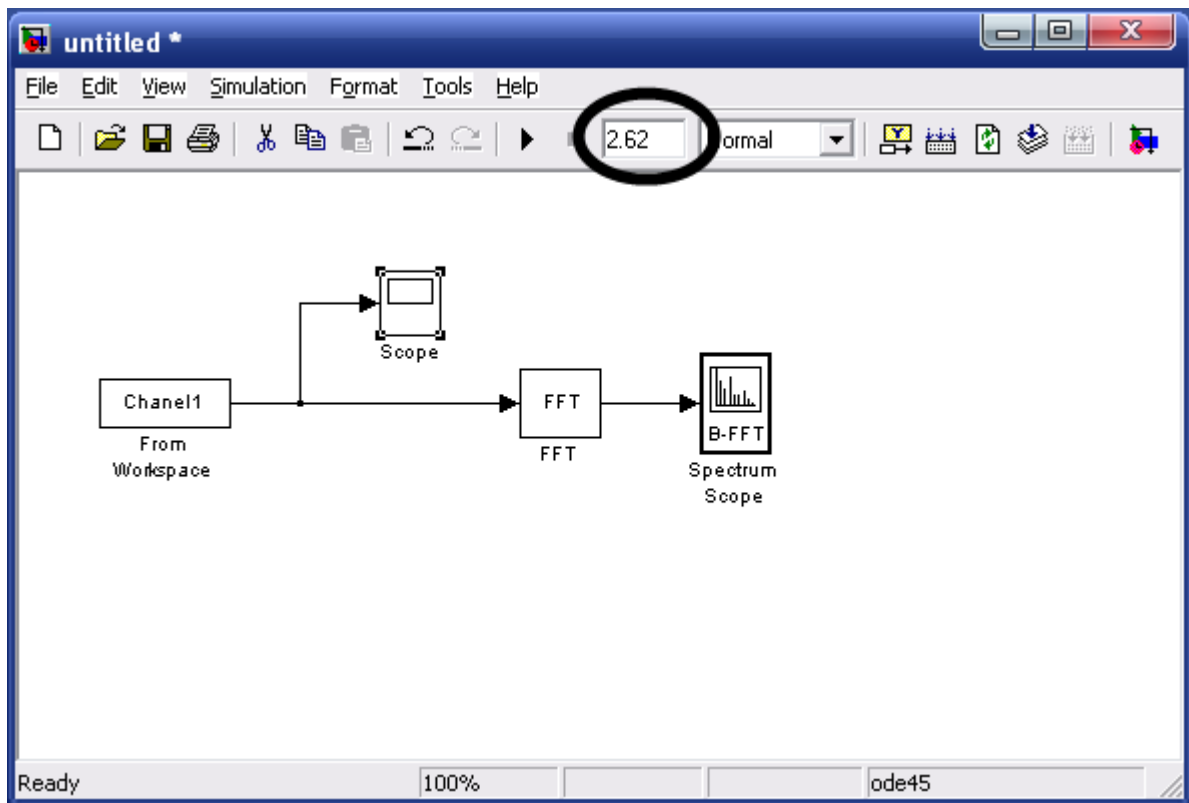

Рисунок 8.3 – S-модель для обробки сигналів
4. Побудувати S-модель в системі SIMULINK пакету MATLAB для обробки сигналів з використанням блоків: From Workspace, FFT, Spectrum Scope (рисунок 8.3).
5. Встановити час моделювання рівний 2,62 секунди – час запису аналогового сигналу (див. рисунок 8.3).